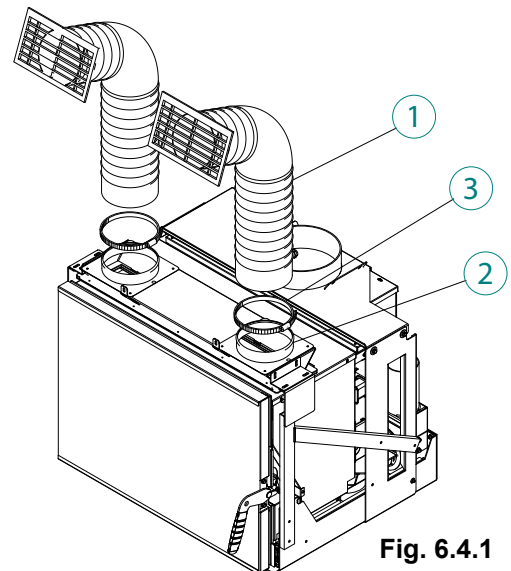

Fig. 6.4.1
Fixer le tuyau (1) aux colliers (3) à l'aide des bandes de serrage (2) (Fig. 6.4.1).